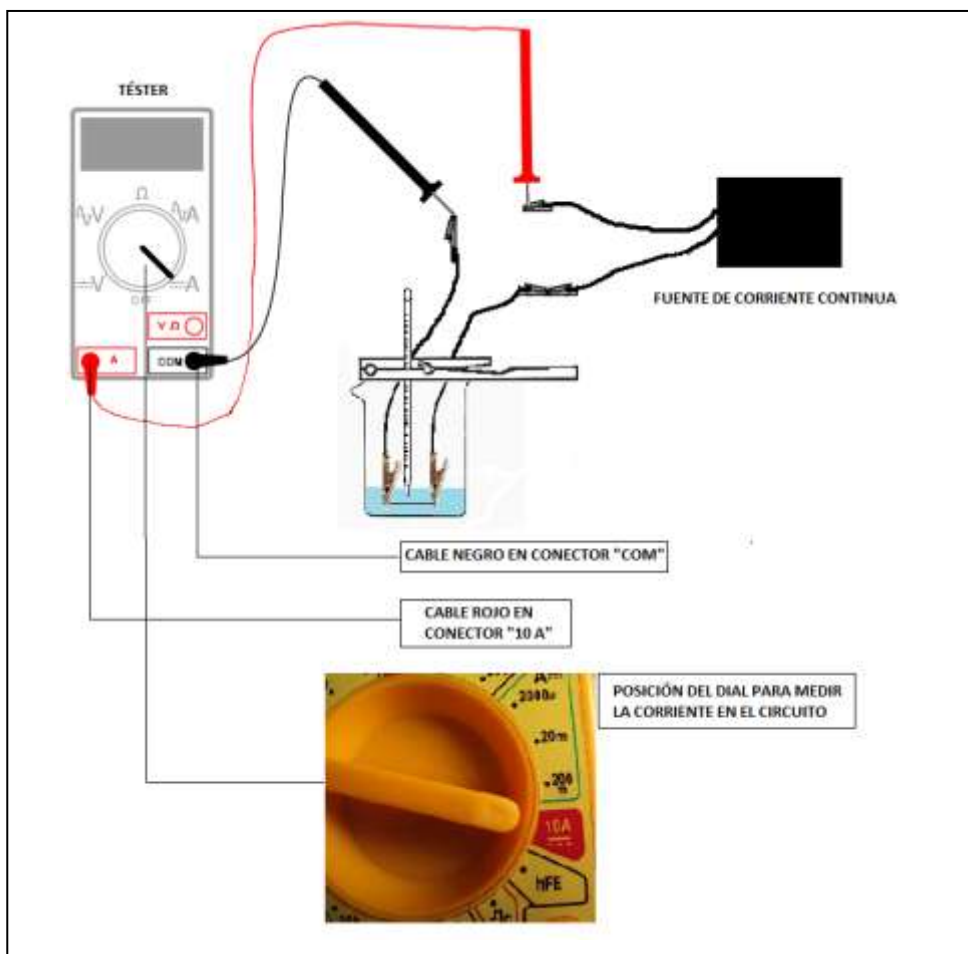

Figura 6. Conexión del multímetro para medir la corriente del circuito
- 11- Desconecten el multímetro y colóquenlo en modo amperímetro. Con el dispositivo funcionando, desconecten momentáneamente uno de los extremos de la fuente y coloquen el amperímetro para medir la corriente (I) que fluye en el circuito como muestra la Figura 6.